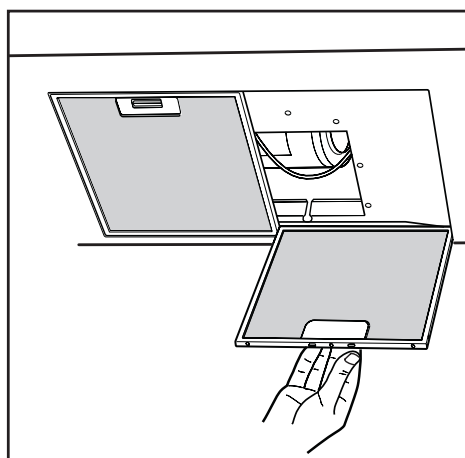
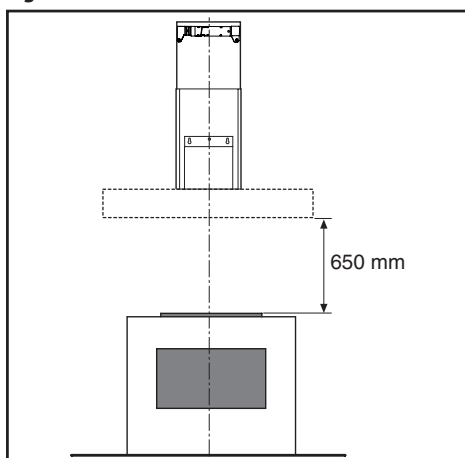

Fig.6
Fig.10
- La distanza minima fra la superficie di supporto dei recipienti di cottura sul dispositivo di cottura e la parte più bassa della cappa da cucina deve essere di almeno 65 cm (Fig.10). Se dovesse essere usato un tubo di connessione composto di due o più parti, la parte superiore deve essere all'esterno di quella inferiore. Non collegare lo scarico della cappa ad un condotto in cui circoli aria calda o utilizzato per evacuare fumi degli apparecchi alimentati da un'energia diversa da quella elettrica. Prima di procedere alle operazioni di montaggio, per una più facile manovrabilità dell'apparecchio disinserire il filtro/i antigrasso (Fig.6).